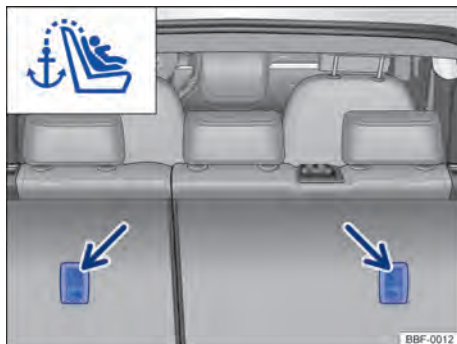

Fig. 42 Olhal de retenção para o cinto de fixação superior no lado de trás do banco traseiro.
- Caso seja fornecido juntamente com a cadeira de criança, colocar o cinto de fixação superior (Top Tether) da cadeira de criança entre o encosto do banco traseiro, fixando-o no terminal de engate existente na parte posterior do encosto do banco → Fig. 42.